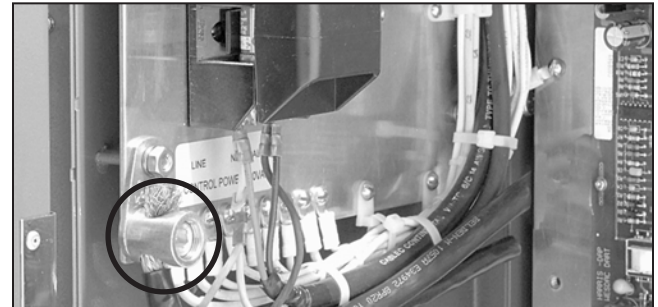

Figura 62. Conecte el cable blindado a la zapata de cobre.
- (g) Conecte el cable grueso blindado a la zapata de cobre que está en la placa de tierra del gabinete para baja tensión. Ver Figura 62.
Para conectar alimentación, conecte la línea y el neutro al bloque de fusibles. Vea la etiqueta que está abajo del mismo. Consulte la Figura 62.